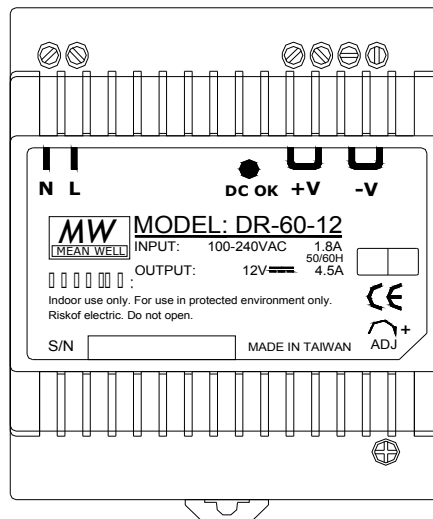

Рисунок 22 - Блок питания DR-60-12
6.10.2 Блок питания DR-60-12 (рисунок 22) имеет выходное постоянное напряжение 12В при токе нагрузки до 4,5А. Рабочий диапазон входного напряжения 88-264В. Имеется возможность регулировки выходного напряжения в диапазоне $\pm 10\%$ U ном. Блок питания имеет встроенный комплекс защит от короткого замыкания, перегрузки и перенапряжения.